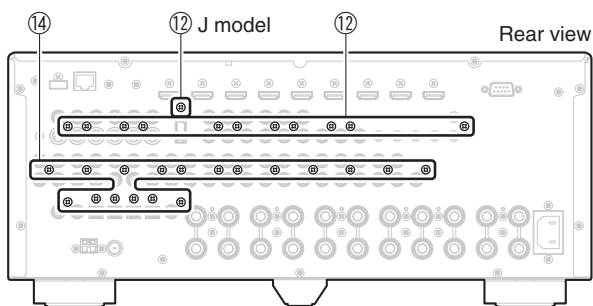
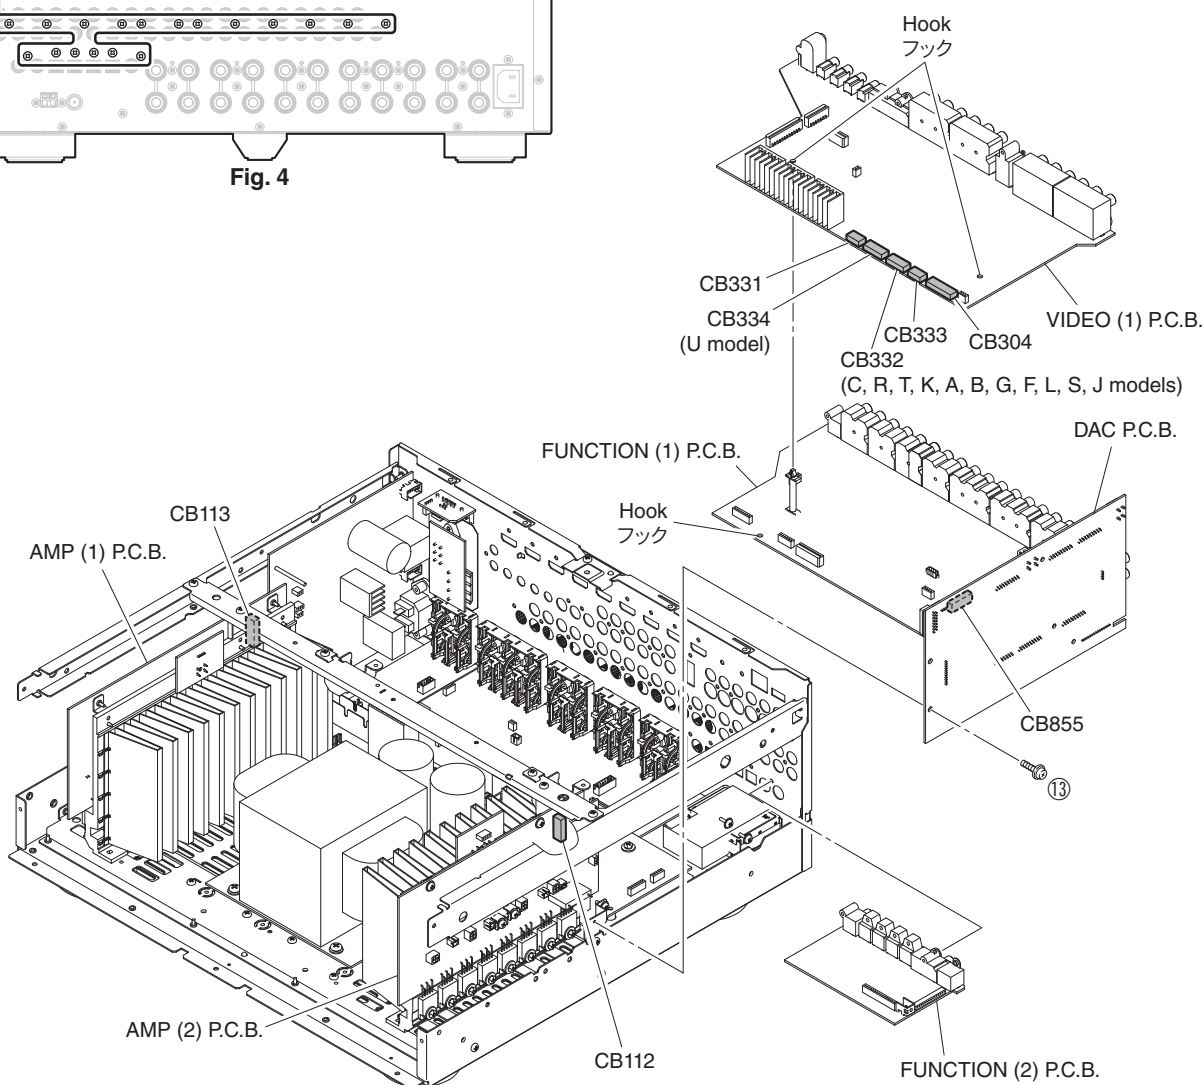

Fig. 4
Fig. 5
4. Removal of VIDEO (1) P.C.B.
- a. Remove 11 screws (⑫). (Fig. 4)
- b. Remove CB304, CB331, CB332 (C, R, T, K, A, B, G, F, L models), CB333 and CB334 (U model). (Fig. 5)
- c. Release 2 hooks and then remove the VIDEO (1) P.C.B. (Fig. 5)
4. VIDEO (1) P.C.B. の外し方
- a. ⑫のネジ12本を外します。(Fig. 4)
- b. CB304、CB331～333、CB332を外します。(Fig. 5)
- c. フック2ヶ所を外し、VIDEO (1) P.C.B.を外します。(Fig. 5)
5. Removal of FUNCTION (1), (2) and DAC P.C.B.s
- a. Remove screw (⑬). (Fig. 5)
- b. Remove 18 screws (⑭). (Fig. 4)
- c. Remove CB112, CB113 and CB855. (Fig. 5)
- d. Release hook and then remove the FUNCTION (1) P.C.B. together with the FUNCTION (2) and DAC P.C.B.s. (Fig. 5)
5. FUNCTION (1)、(2)、DAC P.C.B. の外し方
- a. ⑬のネジ1本を外します。(Fig. 5)
- b. ⑭のネジ18本を外します。(Fig. 4)
- c. CB112、CB113、CB855を外します。(Fig. 5)
- d. フック1ヶ所を外し、FUNCTION (1) P.C.B.をFUNCTION (2)、DAC P.C.B.と一緒に外します。(Fig. 5)